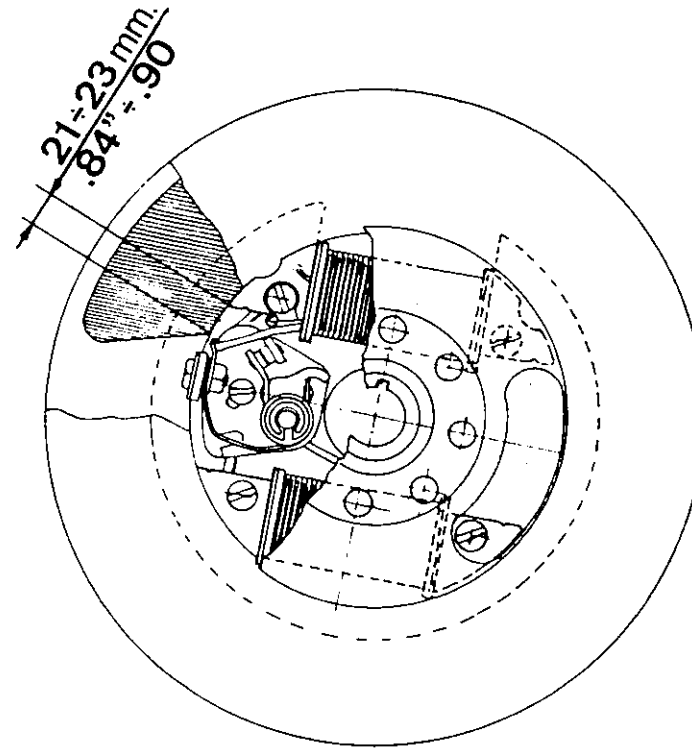

FIG. 9-6
2) Dans les révisions partielles et dans les mises au point (substitution du rupteur), si l'on ne dispose pas d'un banc d'essai, il faut contrôler que l'ouverture des contacts du rupteur commence lorsque l'extrémité de la bobine d'alimentation H.T. se trouve à $21 \div 23$ mm. à tout retard du moyau (voir fig. 9-6) et $7 \div 8$ mm. à tout avance. L'ouverture des contacts doit être de $0,35 \div 0,40$ mm.